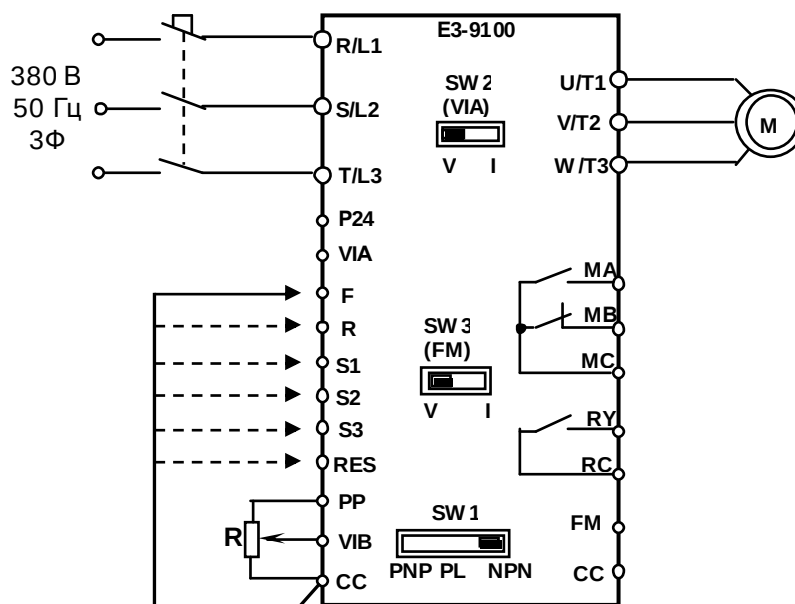

Рис.4.19
4.15.3. Отключить питание ПЧ, дождаться, когда погаснет индикация. Установить переключатель **SW1** в положение «NPN», переключатель **SW2** в положение «V». Подключить потенциометр **R** к входным клеммам управления (рис. 4.19). Подключить один из концов проволоочной перемычки к клемме **CC**.